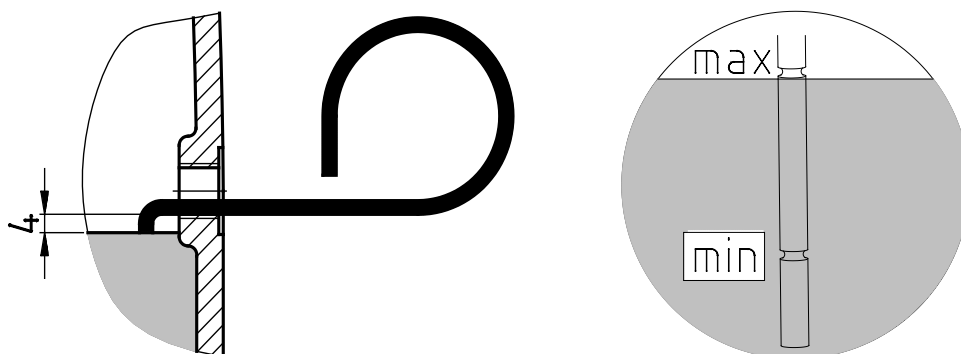

Рис. 18: Проверка уровня масла с помощью маслоизмерительного щупа
- Проверить уровень масла с помощью прилагаемого маслоизмерительного стержня (артикул № 283 0050), как изображено на Рис. 18. Часть щупа, погружаемую в масло, держать вертикально.